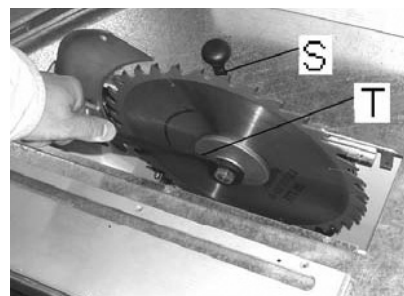

Fig. 13
Fjern sagbeskyttelseshetten (A, fig 1) og bordinnlegget (B). Sveiv sagbladet opp til den øverste stillingen. Løsne spennmutteren ved hjelp av den vedlagte nøkkelen (T, fig 13). Sagakselen må sikres mot å rotere ved hjelp av den vedlagte stikkbolten (S).